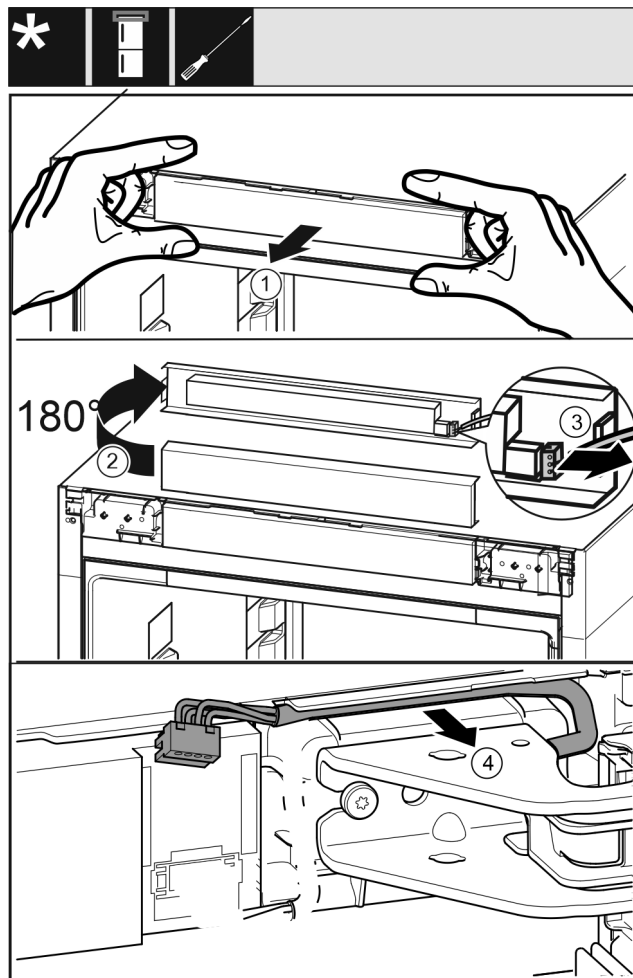

Fig. 19
- ▶ Panel přístroje opatrně povolte směrem dopředu. Fig. 19 (1)
- ▶ Panel otočte o 180° nahoru. Fig. 19 (2)
- ▶ Západku zatlačte dozadu a opatrně vytáhněte zástrčku. Fig. 19 (3)
- ▶ Kabel nad stojanem ložiska opatrně uvolněte z vedení. Fig. 19 (4)